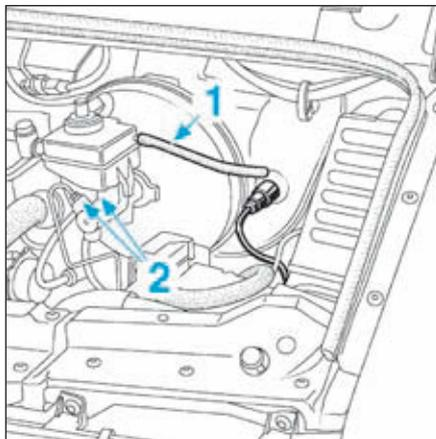

FIG.11
- le tuyau d'alimentation (1) du récepteur d'embrayage (Fig.11),
- les tuyaux de frein (2) du maître-cylindre en prenant soin de repérer leur position,